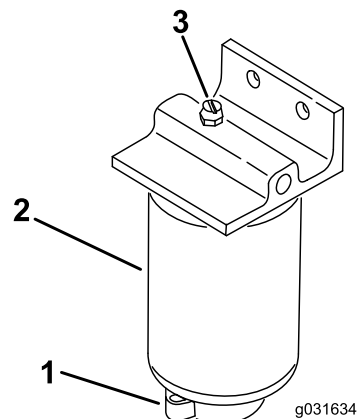

図 50
2. フィルタ容器 図 50 下部のドレンプラグをゆるめて水や異物を流し出す。
1. フィルタの取り付け部周辺をウェスできれいにぬぐう 図 50。